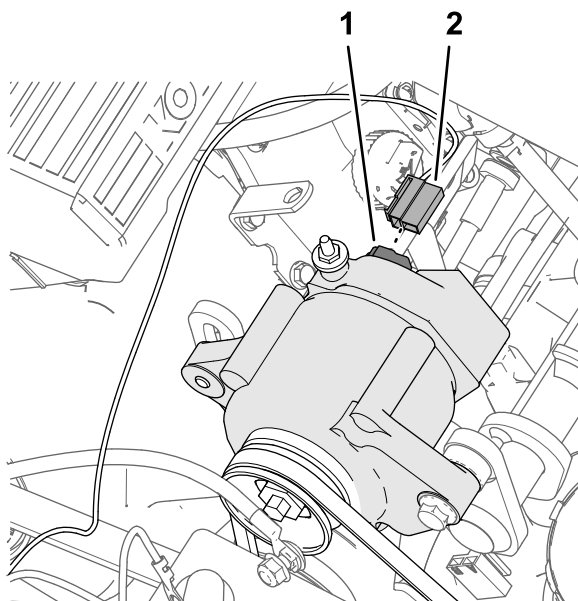

図 185
1. キットのワイヤハーネスのうち、57cm のピンク線の端についている 2 ソケットコネクタ 図 185 を、オルタネータ50Aの 2 ピンコネクタに接続する。